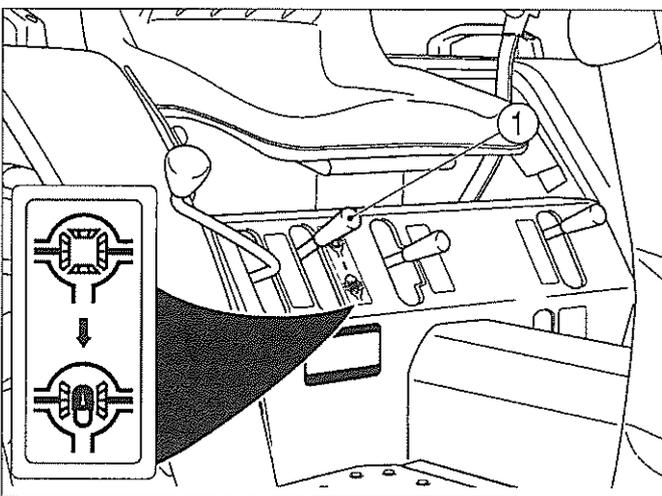

FIG. 28 / ABB. 28 / FIG. 28
FIG. 28 : Lorsque le levier de blocage du différentiel (1) est abaissé, les deux essieux arrière sont verrouillés ensemble pour assurer une traction égale des deux roues arrière. Ceci est particulièrement important en cas de conduite sur un sol meuble ou glissant.